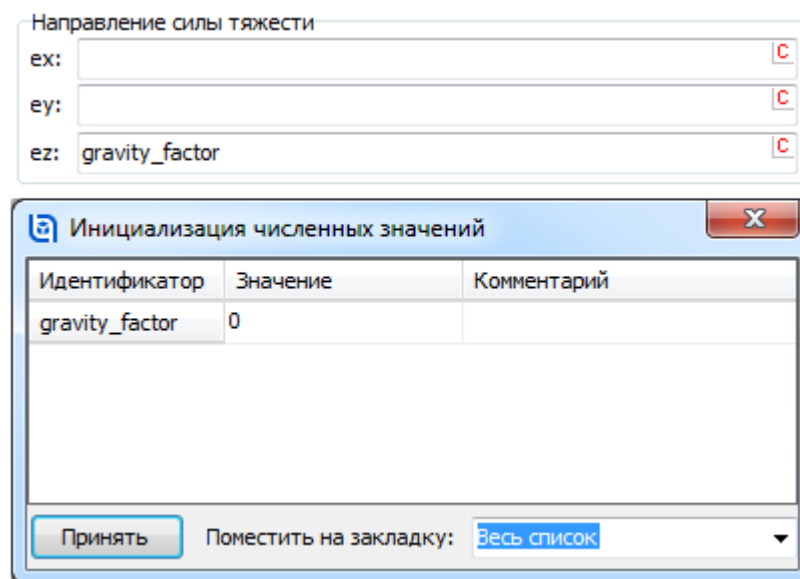

Рис. 3.11. Отключение силы тяжести
3. Перейдите на вкладку **Объект** на панели инспектора справа. В группе **Направление силы тяжести** в поле **ez** введите идентификатор **gravity_factor**, инициализировав его значением **0**, рис. 3.11.